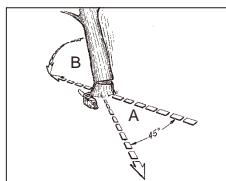

Fig. 11A
ADVARSEL: En rømningsbane (A) bør planlegges og ryddes som nødvendig før kuttingen startes. Rømningsbanen bør strekke bakover og diagoalt til baksiden av det forventede fallområdet, som illustrert i Fig. 11A.
ADVARSEL: Etter hvert som hovedskåret kommer nært til hengelsen, bør treet begynne å falle. Når treet begynner å falle, må du fjerne sagen fra skåret, stoppe motoren, sette ned motorsagen, og forlate området langs romningsbanen (Fig. 11A).